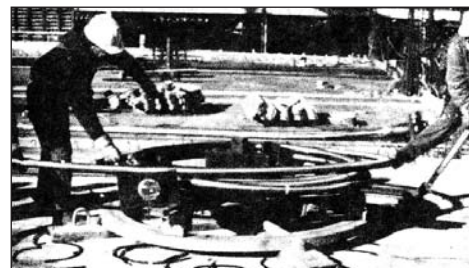

Figure 1.21
- Même si les tensions de ressort exercées par les armatures à câbles des dalles ne sont pas aussi élevées, soyez toujours prudent lors de la coupe des feuillards d'emballage. Coupez les feuillards un à un à mesure que l'armature est déroulée, ne les coupez jamais d'un bloc (figure 1.21).